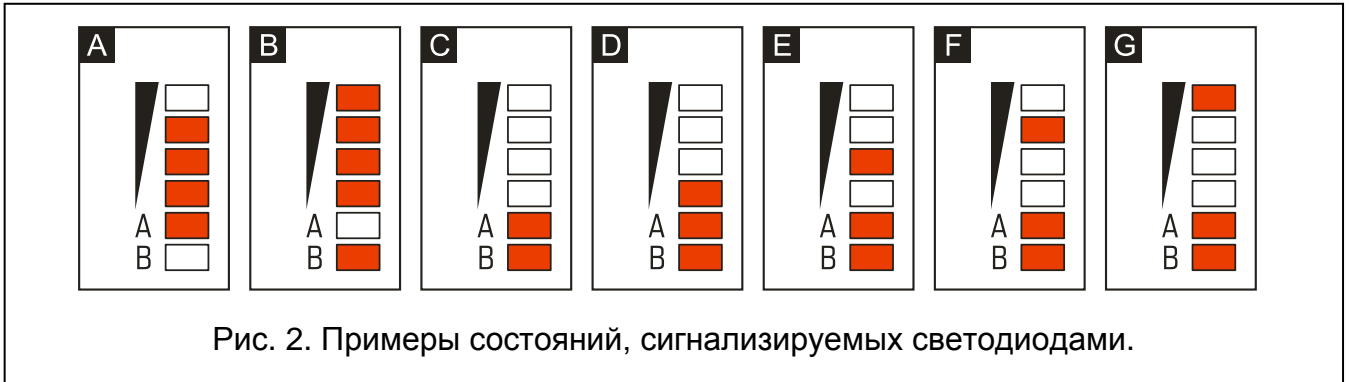

Рис. 2. Примеры состояний, сигнализируемых светодиодами.
- 3 - **светодиоды**, отображающие состояние модуля. Светодиод А мигает во время передачи по GPRS-каналу. Светодиод В мигает в случае отправки SMS-сообщения или звонка, осуществляемого модулем (тестовая передача CLIP). Остальные светодиоды индицируют уровень сигнала, принимаемого телефоном GSM. Одновременное мигание светодиодов А и В индицирует подключение к сети GSM. В случае проблем с подключением к сети GSM, мигание остальных светодиодов индицирует аварии (см.: рис. 2).
Дополнительную информацию об авариях показывают светодиоды на плате электроники (см.: рис. 2).
*Если PIN-код SIM-карты не будет совпадать с кодом, записанным в памяти модуля, то об этом сообщат светодиоды на плате электроники (см.: рис. 2 пример F). Очередная попытка ввести PIN-код произойдет через 30 секунд. После третьей попытки ввода неправильного PIN-кода SIM-карта будет заблокирована. Ввести PUK-код и снять блокировку SIM-карты можно после того, как переставить SIM-карту в сотовый телефон.*